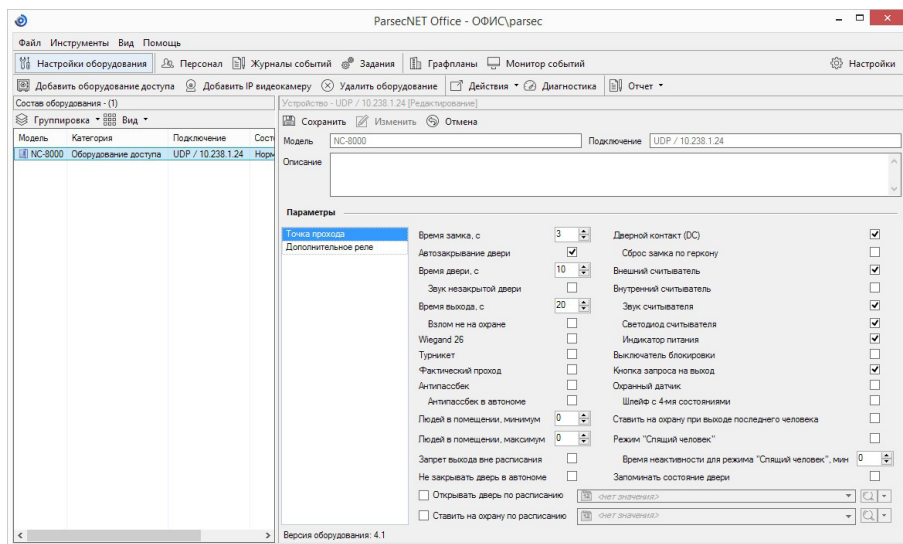

Рисунок 30. Настройка контроллера в ParsecNET Office
2. подключение по Ethernet. Контроллер отображается на канале UDP (рисунок 30).